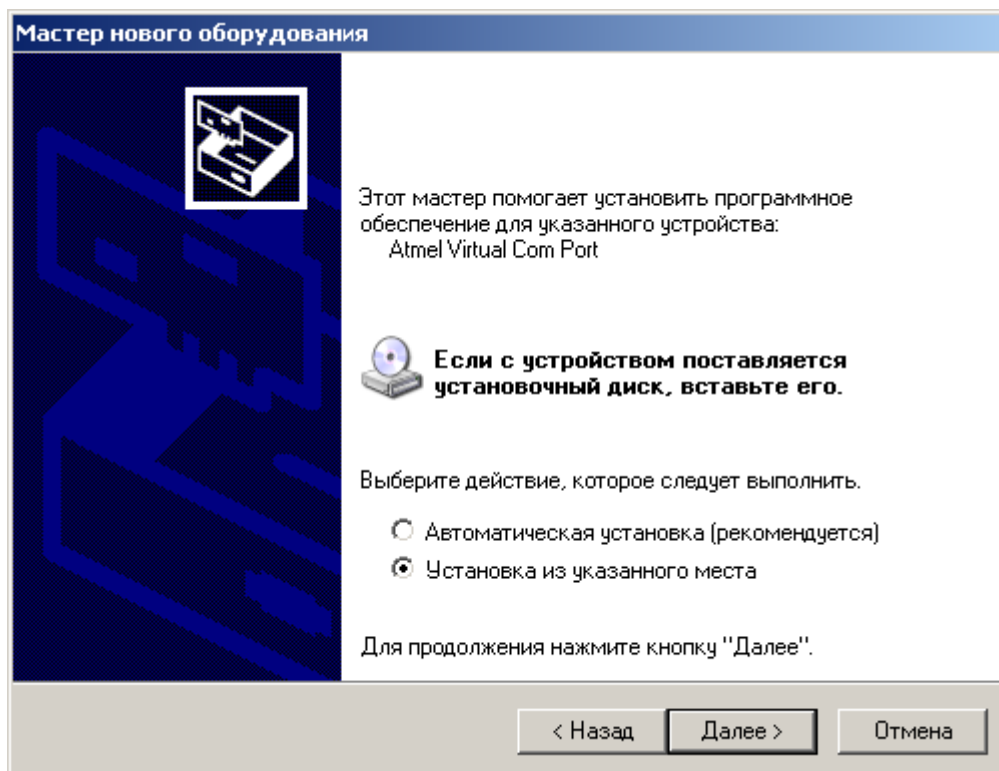

Рис. 2 – Второе окно «Мастер нового оборудования»
2.2.4.4 В открывшемся окне (см. Рис. 2) щёлкните по переключателю «Установка из указанного места» и нажмите на кнопку «Далее».